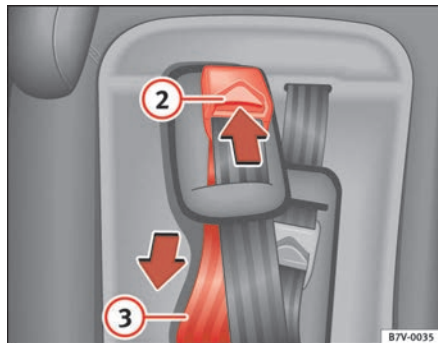

Fig. 39 Asiento integrado para niños: ajuste del cinturón tipo tirantes
⇒ fig. 39 ② en el sentido que indica la flecha.
- Manteniendo la tecla de desbloqueo presionada, tire hacia abajo de la parte inferior del cinturón de seguridad tipo tirantes ③, en el sentido que indica la flecha. ■